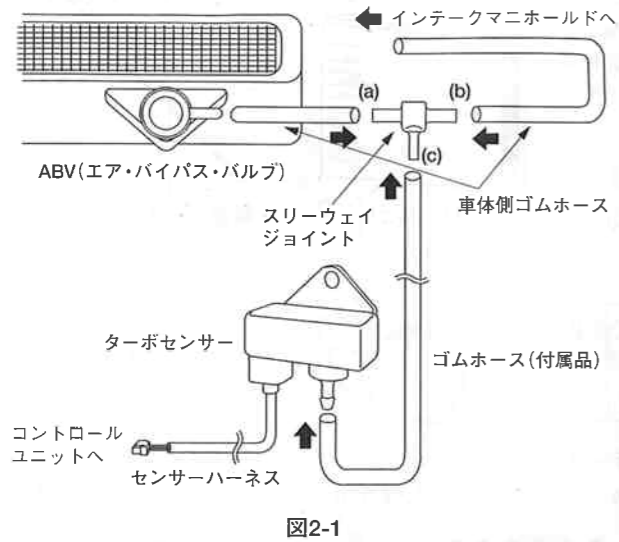

図2-1
- 3.車体のABV(エア・バイパス・バルブ)に接続されているホースをバルブ側から約60mmの所で切断しそれぞれをスリーウェイジョイント(a)・(b)に取り付けてください。(図2-1)
- 4.スリーウェイジョイント(c)とターボセンサーを付属のゴムホースでつなげてください。(図2-1)